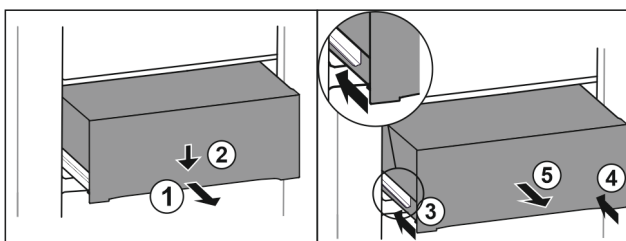

Fig. 86
- ▶ Витягніть ящик на половину. Fig. 86 (1)
- ▶ Спрямуйте висувний ящик вниз спереду. Fig. 86 (2)
- ▶ Вставте ліву рейку приблизно на 2 см. Fig. 86 (3)
- ▶ Вставте праву рейку приблизно на 2 см. Fig. 86 (4)
- ▶ Вийняти висувний ящик рухом вперед. Fig. 86 (5)